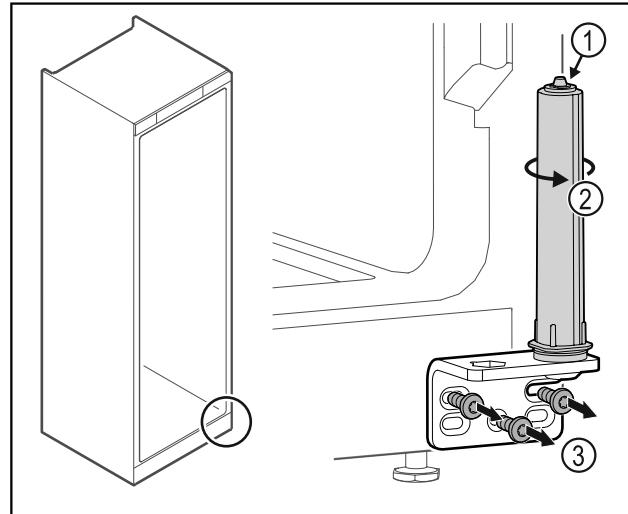

Fig. 39
- Ne razstavite sistema za zaklepanje vrat Fig. 39 (1).
- Obračajte zaporni sistem Fig. 39 (2), dokler ne klikne.
- Odvijte kotnik tečaja vrat Fig. 39 (3).